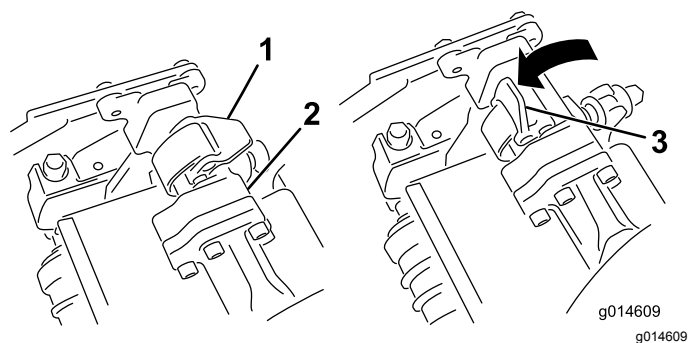
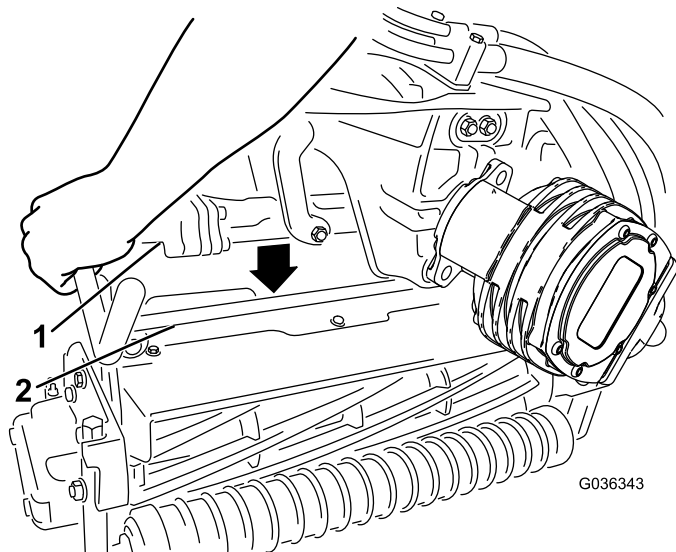

图52
图53
4. 当悬挂臂杆上的门锁指向上方即打开时 图52 向下压悬挂臂使悬挂臂杆与滚刀组上方的支架相契合 图53。
5. 向下并绕着滚刀组横杆关闭门锁将它们锁定到位 图52。
5. 打开您正在拆下的滚刀组悬挂臂上的门锁 图52。